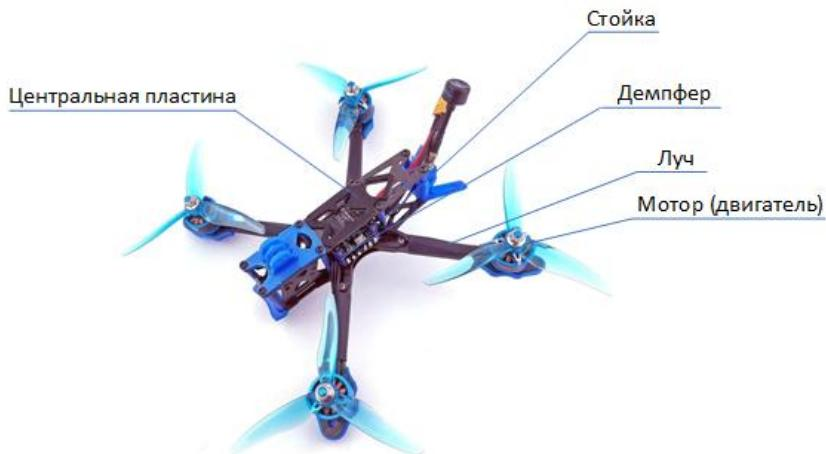

Рис. 3. Основные элементы рамы квадрокоптера
- На схеме ниже представлена типичная конструкция рамы квадрокоптера с обозначением основных элементов (рисунок 3).